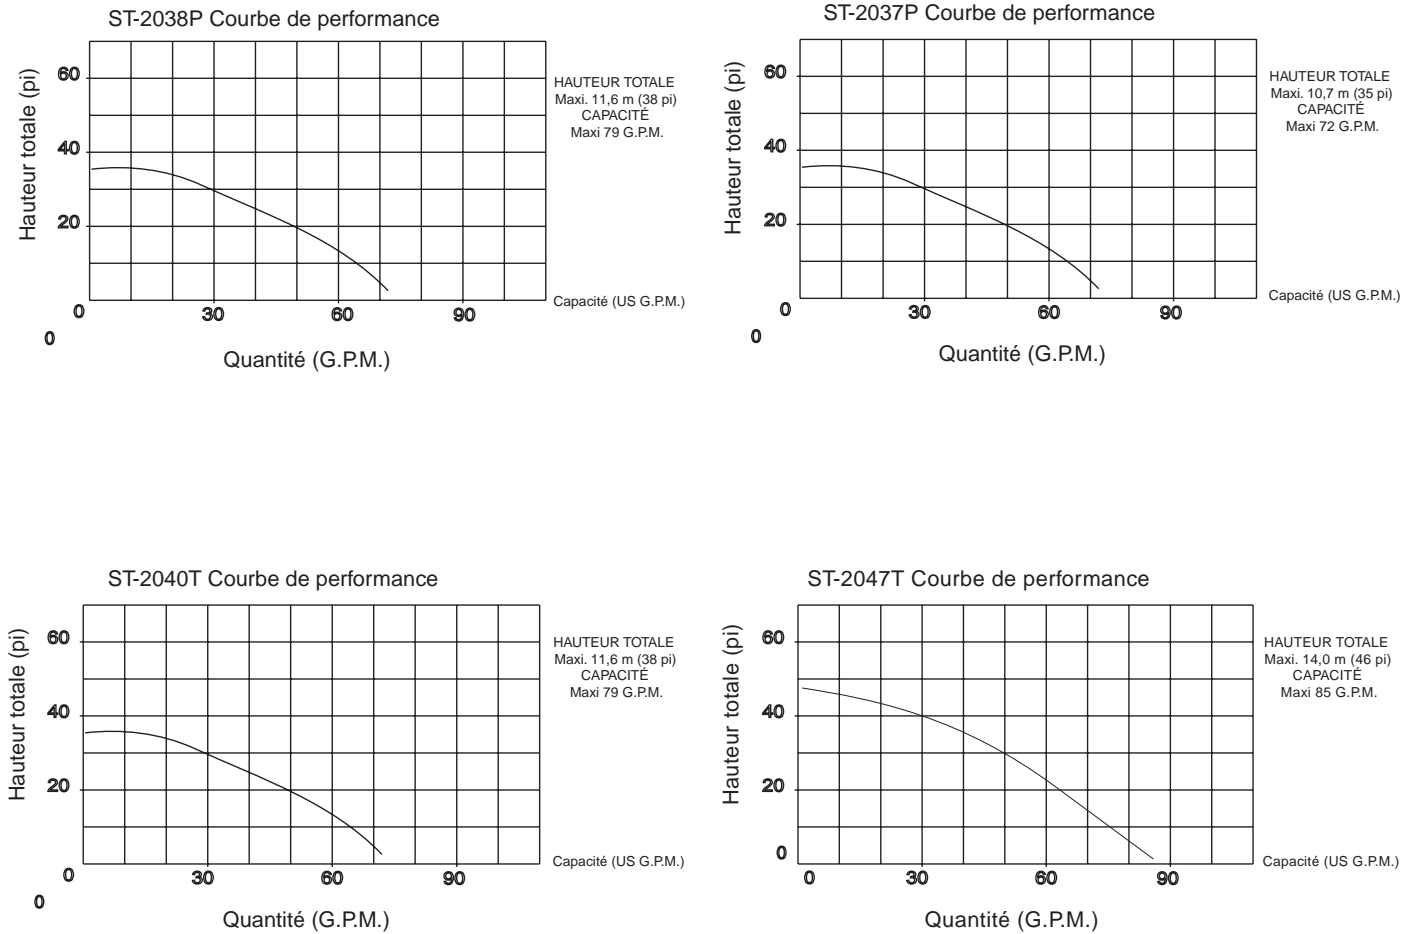

Figure 12. Courbes de performance de la pompe
1. Vérifier l'huile de pompe au bouchon de cavité d'huile (Figure 12). Vérifier toutes les 300 heures et changer le liquide hydraulique tous les 6 mois (1 000 heures) ou quand il le faut.